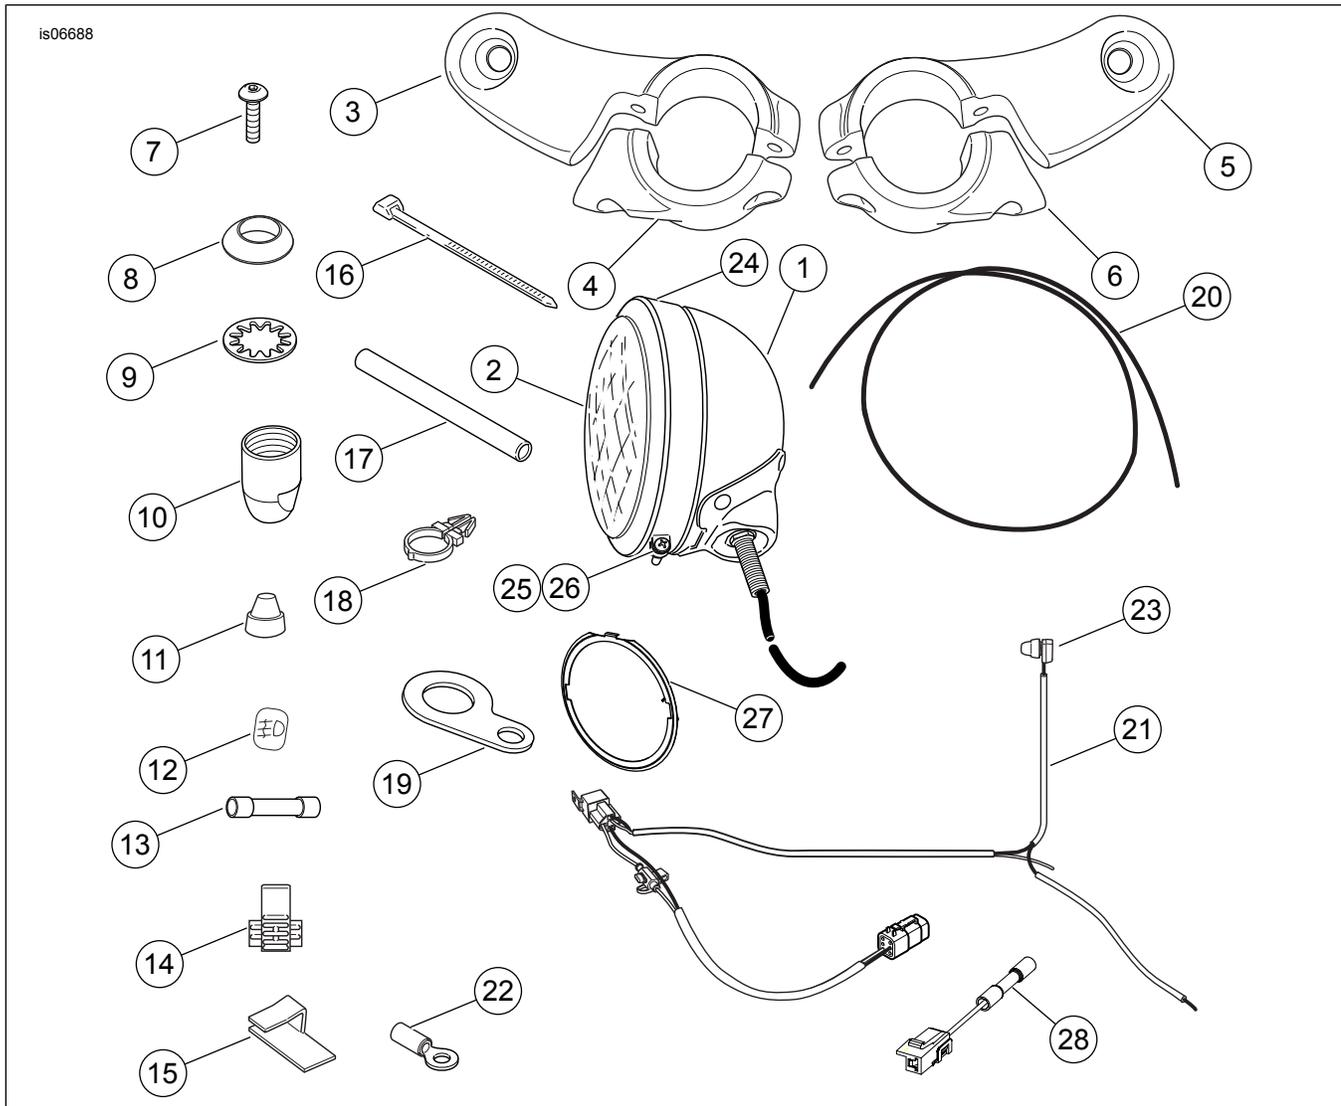

Abbildung 10. Ersatzteile: Verchromter Zusatzleuchtersatz
Siehe Abbildung 10 und Tabelle 1.
- Siehe Abbildung 10. Den äußeren Zierring (24), inneren Feststellung (27), die Schraube (25) und Mutter (26) ausfindig machen.
12. **Softtail-Modelle ab 2011:** Den 6-poligen Deutsch-Steckverbinder an den 6-poligen Diagnose-/P&A-Steckverbinder am Fahrzeugkabelbaum anschließen. **Alle Modelle bis 2003:** Den 6-poligen Steckverbinder vom Kabelbaum abschneiden. Eine Kabelöse aus dem Satz am weißen Stromkabel anbringen und an den Kupferbolzenkontakt (BAT) des Hauptüberlastschalters anschließen. **Alle Modelle ab 2004 außer Softtail-Modelle ab 2011:** Den 6-poligen Steckverbinder vom Kabelbaum abschneiden. Den Überbrückungskabelbaum B+ (Teil 28, Abbildung 10 ) mit dem weißen Stromkabel verspleißen und das Überbrückungskabel an den Steckverbinder B+ am Kabelbaum anschließen. Siehe Abschnitt VERSIEGELTE STOSSVERBINDER im Werkstatthandbuch.
13. **Alle Modelle außer Softtail-Modelle ab 2011:** Eine Kabelöse aus dem Satz am schwarzen Massekabel des Kabelbaums anbringen. Das schwarze Massekabel (2) mit der Kabelöse an den Massebolzen unter dem Sitz oder eine gute Massestelle anschließen. Den Kabelbaum aus dem Satz mit Kabelbindern (Teil 16, Abbildung 10 ) an den benachbarten Kabelbäumen befestigen.
15. Siehe Abbildung 10. Die Schalterbefestigungshalterung (Teil 19) aus dem Satz nehmen. Die Manschette vom Leuchtschalter aus- und den Schalter in die Halterung einbauen. Die Manschette wieder am Schalter anbringen.
Falls die Manschette abgenutzt oder beschädigt bzw. verloren wurde, muss sie ersetzt werden, damit keine Feuchtigkeit in den Schalter eindringen kann. Siehe Abbildung 10 (Teil 11).
17. Siehe Abbildung 10. Den Kabelbaumzweig mit dem Leuchtschalter nach Bedarf mit den Kabelbaumbindern (Teil 18) am Lenker befestigen. Die Kabelbaumbindern in den Löchern im Lenker einschnappen lassen.
27. Siehe Abbildung 10. Die Kabel mit den Clips mit Klebstoffrückseite (15) aus dem Satz an der unteren Gabelhalterung sichern.